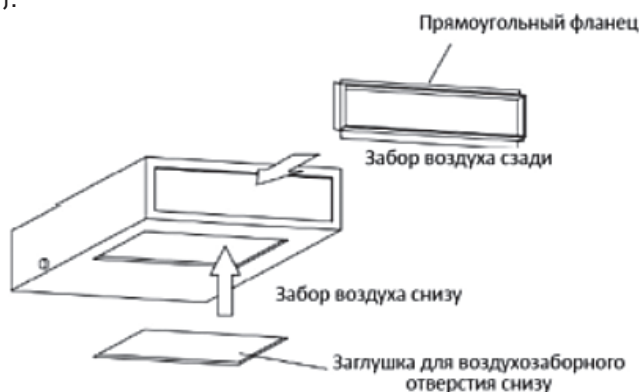

Рис. 11
- а. Прямоугольный фланец по умолчанию подключается сзади, а заглушка воздухозаборного отвер-ствия – снизу (см. рис. 11).